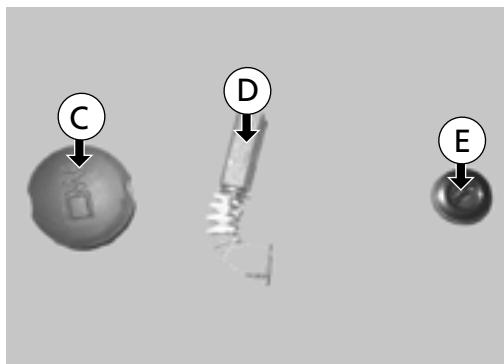

Fig. 52
Para substituir as escovas, abra a cobertura da caixa das escovas (C) e solte a cobertura roscada (E) com uma chave de parafusos (D) - (Fig. 52) para aceder às escovas.